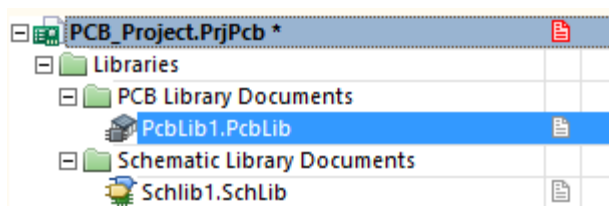

Рис.1. Проект, який містить бібліотеку посадкових місць
1. Створюємо бібліотеку посадкових місць. Для цього **File > New > Library > PCB Library** та підключаєм її у проект. Або **права кнопка миші (ПКМ) на ім'я з проектом у панелі Projects > Add New to Project > PCB Library** (Рис.1).